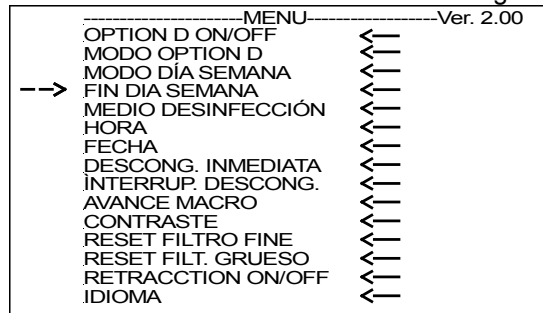

fig. 124
- Abrir el submenú (fig. 124) con la tecla Enter (Fig. 116.10).